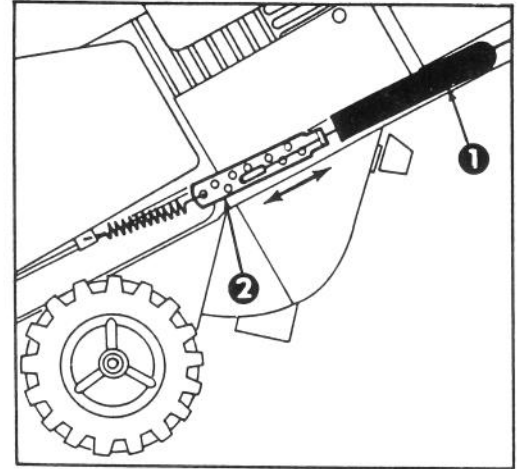

Abb. 10
3. SCHALTZUG EINSTELLEN (Abb. 10) — Oberes Zugende aus Loch in Schaltstangenhalterung aushaken. Federumhüllung am Zug heraufschieben, um die Einstellplatte freizulegen und je nach Bedarf in ein höheres oder niedrigeres Loch umsetzen, um den Spalt von 2 - 3 mm zu erreichen. Oberes Zugende wieder in das hintere Loch (Loch mit Pfeil) in die Schaltstangenhalterung einsetzen. Federumhüllung über die Einstellplatte schieben und Einstellung wieder prüfen.